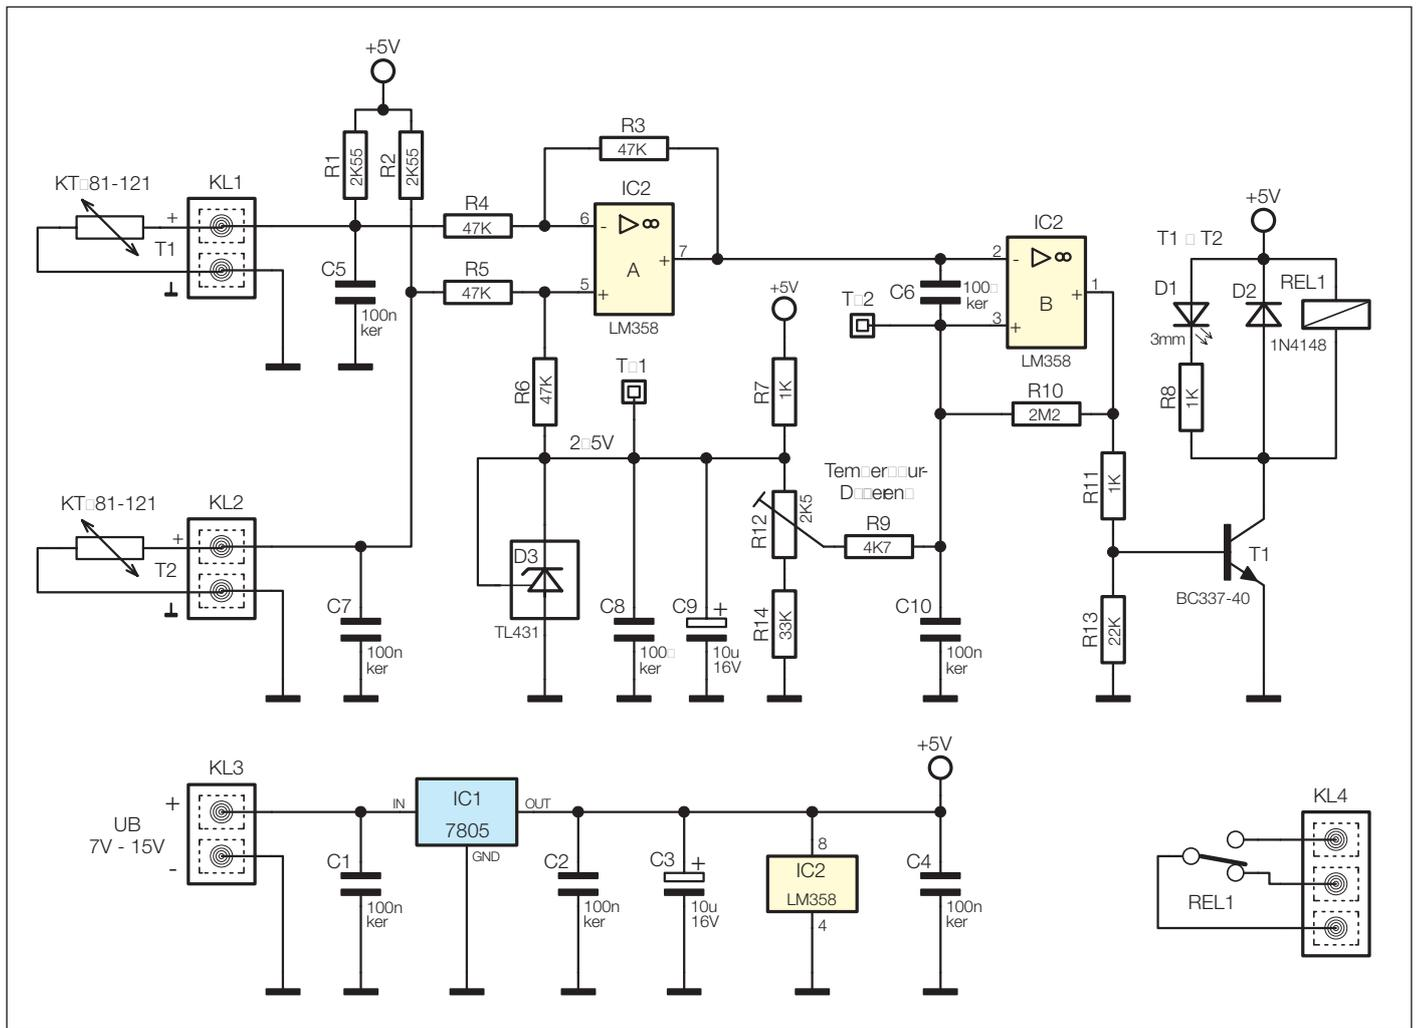

Bild 1: Schaltbild des Temperaturdifferenz-Schalters
Das Schaltbild des Temperaturdifferenz-Schalters ist in Abbildung 1 zu sehen. Die Spannungsversorgung der Schaltung erfolgt über die Anschlussklemme KL3. Die Spannung kann in einem Bereich von 7 V bis 15 V (DC) liegen. Mit dem Spannungsregler IC1 wird hieraus eine stabile Spannung von 5 V erzeugt.